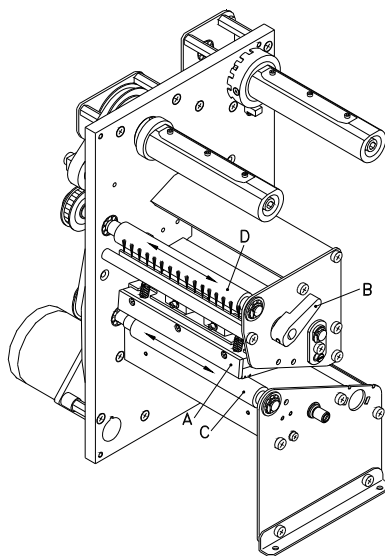

Figura 12
2. Ruotare la leva rossa (B, in Figura 12) in senso antiorario per sollevare la testina di stampa.